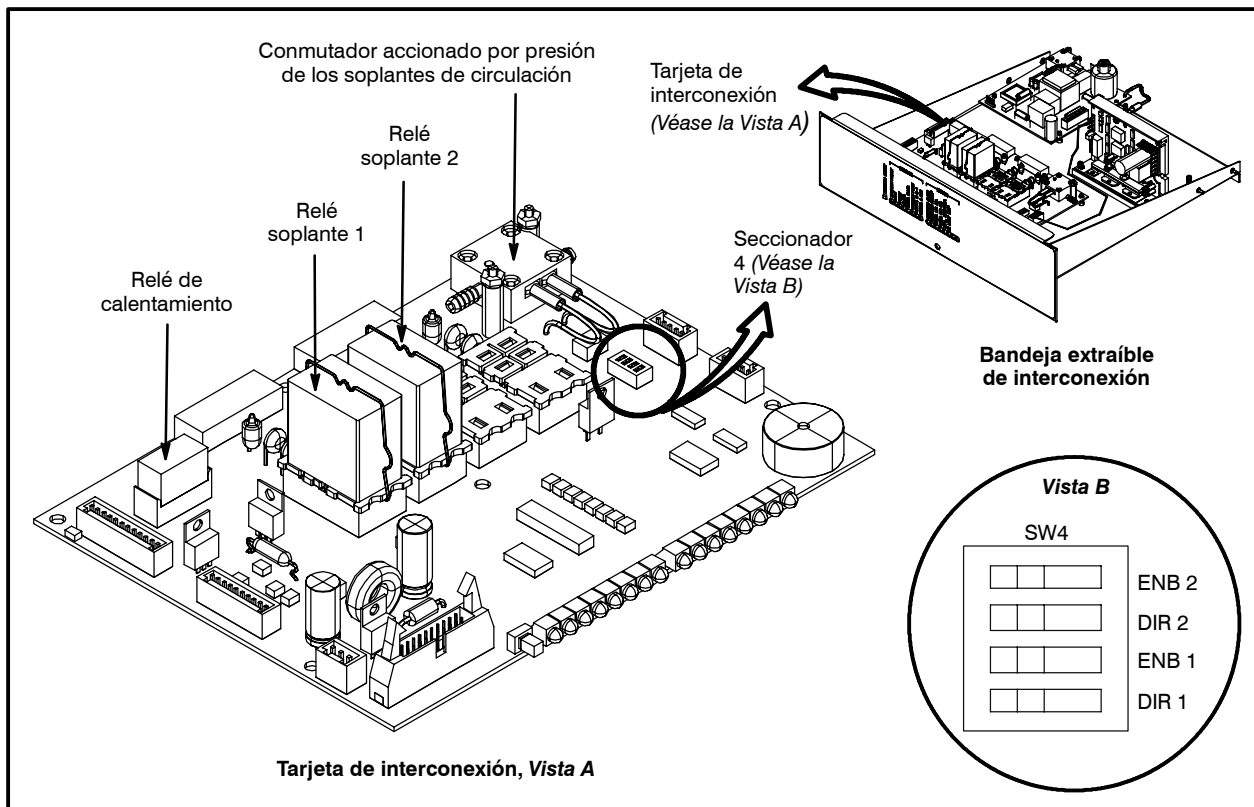

Figura 8
2. Invierta la posición del conmutador marcado como DIR1 en el seccionador SW4 de la tarjeta de interconexión. Véase la Figura 8.